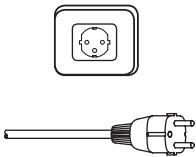

FIGURA 8.20
La Figura 8.20 muestra la conexión (plug). Para los modelos 2000W e 2600W, la red de alimentación debe poseer el conductor tierra. Solamente utilice su hidrolavadora en instalaciones con disyuntor diferencial residual (DR) de 30 mA, para su seguridad contra choques eléctricos. Si es necesario contrate un electricista de su confianza y solicite la instalación de este componente de seguridad.